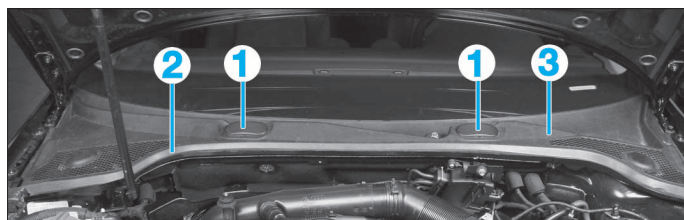

FIG. 15
- Repousser les gicleurs (1) dans le caisson d'eau en le faisant passer à travers l'ouverture de montage, sans débrancher les conduites (Fig.15).